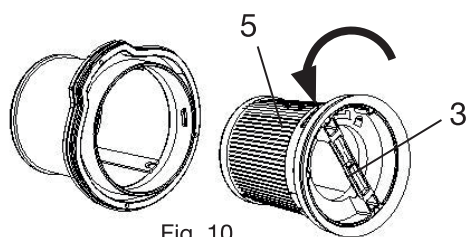

Fig. 10
Verwijder het Hepafilter (5) (fig. 10) van het filterblok door het lipje (3) tegen de klok in te draaien richting het symbool  (ontgrendelen) om het te verwijderen (fig. 10).